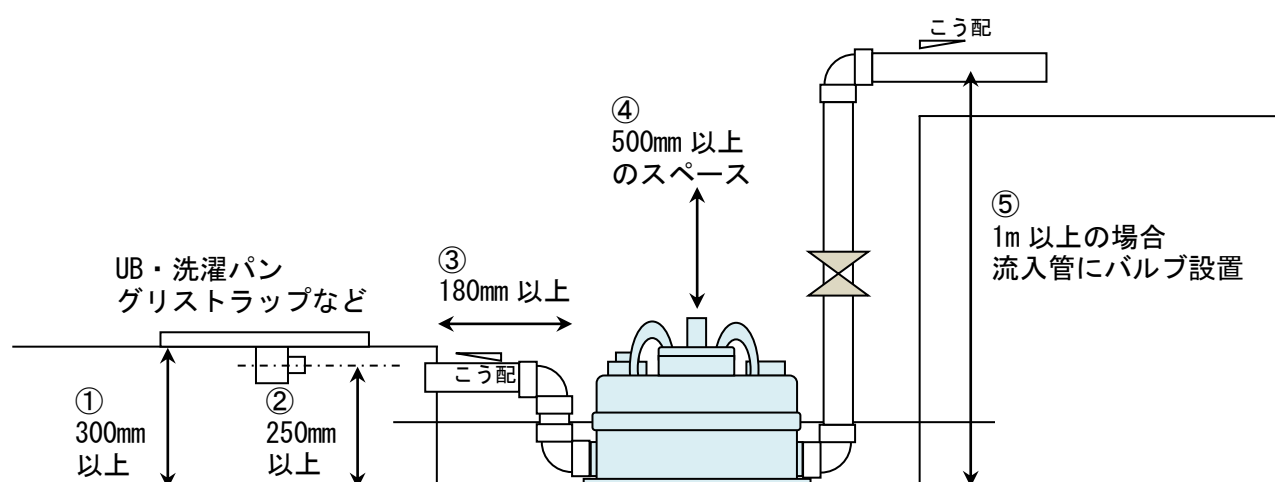

図1 設置に必要な寸法（汚雑排ビッグNシリーズ）
- (1) **上部の空間** 本製品の上部は、500mm 以上の空間を確保してください。
- (2) **周囲の寸法** 本製品と壁面との距離は、排水管を接続する面においては 180mm 以上を確保してください（図 1 参照）。
- (3) **設置レベル** 排水器具を設置する高さは、本製品の設置レベルから、排水器具の排水芯で +250mm 以上、および、排水器具のあふれ縁で +300mm 以上を確保してください（図 1 参照）。
- (4) **点検口の寸法** 点検口の有効寸法は、600mm×600mm 以上、かつ本製品の外形寸法以上を確保してください。
- ・ピットに設置する場合など流入管の高低差が 1m 以上ある場合は、本製品直近の流入管にバルブ（ボールバルブもしくはゲートバルブ）を施工してください（図 1 参照）。